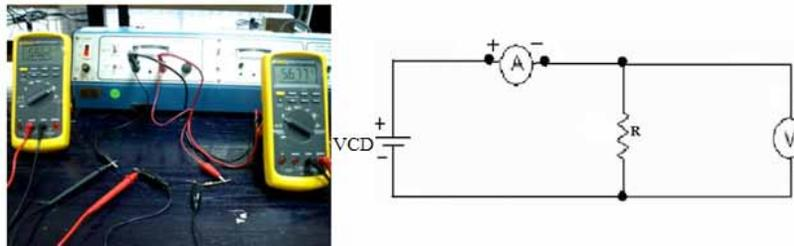

Figura 4.5 Medición de resistencia por potencial inducido
- f) Arme el circuito de la figura 4.5, considerando las resistencias empleadas en el inciso a) una a la vez.
- g) Alimente el circuito de la figura 4.5 con un voltaje menor o igual al calculado en la tabla 4.2 para cada resistencia y realice mediciones de voltaje e intensidad de corriente y concenre sus resultados en la tabla 4.3.